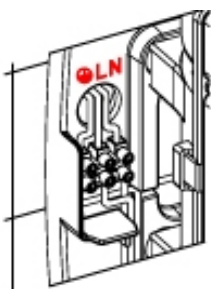

Рисунок 7.
- Осуществить электрическое подключение питающих кабелей к колодке сушилки для рук. Подсоединить провода, соответствующие обеим фазам (N и L) и заземлению, к соответствующим гнездам колодки, как указано сеткографическими буквами (Рисунок 7).